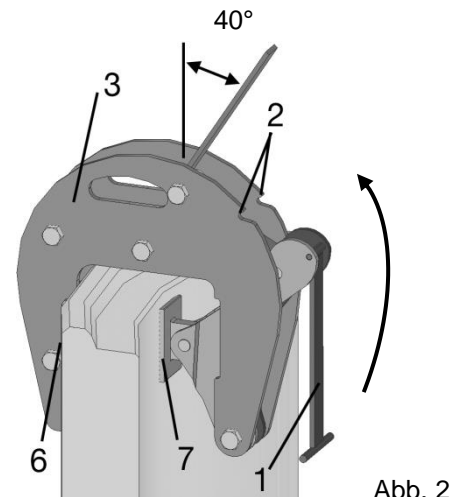
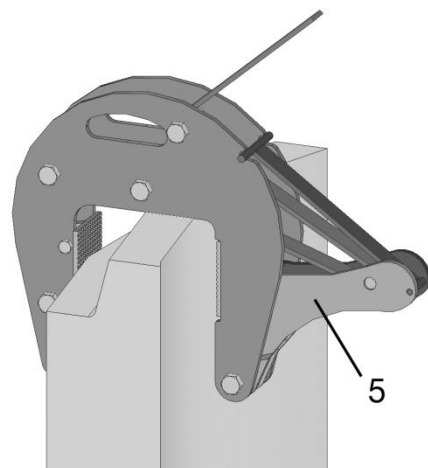

Abb. 2
Abb. 3
- Offenhalter (1) nach oben schwenken (Abb. 2) und in den beiden Nuten (2) des Außenbügels (3) arretieren: Die Klemme ist jetzt mit maximaler Öffnungsweite arretiert (Abb. 3). Bei dem Einstellen ist darauf zu achten, dass die **Zugbänder/-ketten entlastet** und **nicht verdreht** sind.
- Alle Offenhalter (1) entriegeln und nach unten schwenken: die Winkelhebel (5) werden durch die Federn nach vorne geschwenkt.
- Die beiden Spannbacken (6) und (7) müssen auf der ganzen Fläche an dem Ring anliegen (Abb. 2). Schachtring ca. 10 cm anheben.